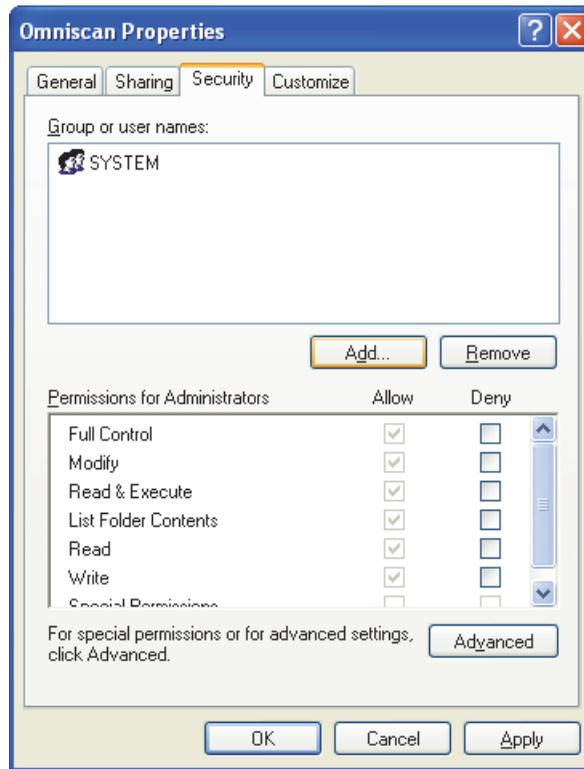

Figure 7-18 Onglet Security de la boîte de dialogue OmniScan Properties (Windows XP)
12. Dans la boîte de dialogue **Propriétés de Omniscan**, cliquez sur l'onglet **Sécurité**, et puis cliquez sur **Ajouter** (voir la Figure 7-18 à la page 230).